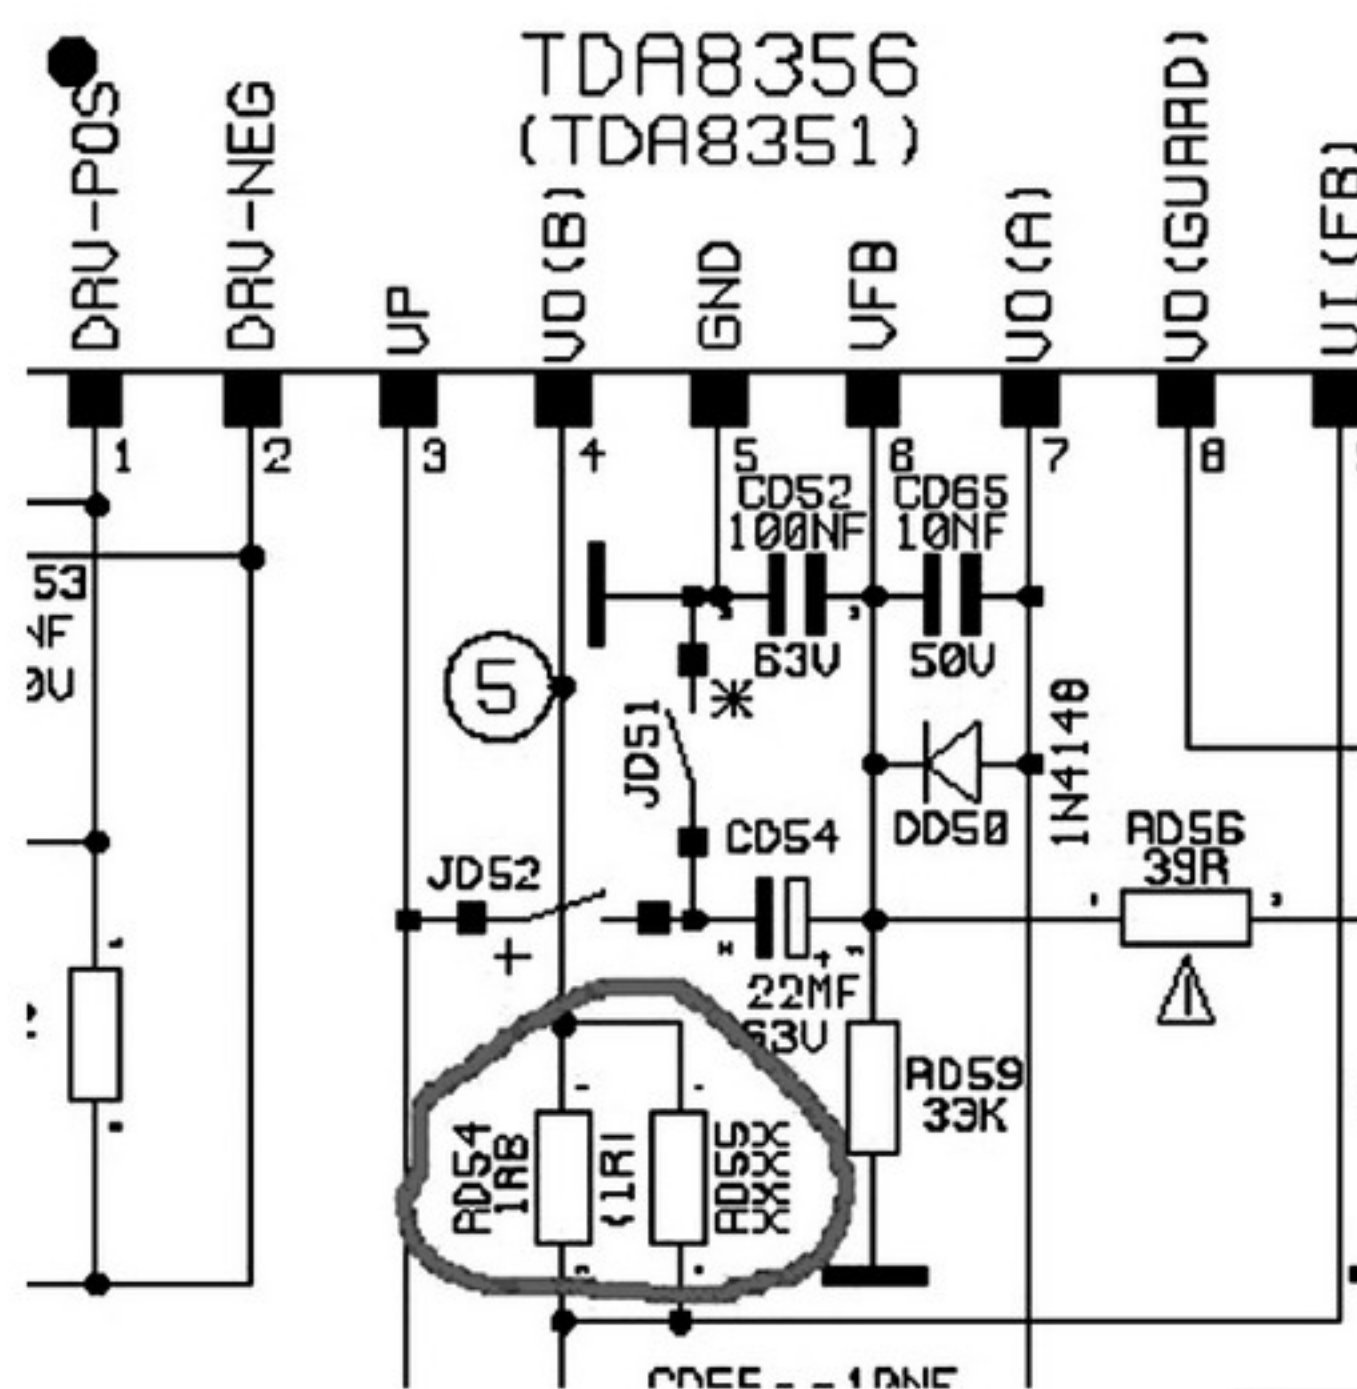

Рис. 12
Таким образом, это шасси оказалось очень критично к параметрам кадровых отклоняющих катушек (КОК) и длительности КГИ. Так, при величине резистора RD54 (рис. 12) менее 1,1 Ом, даже при уменьшении параметра “Va”, шасси при переводе в рабочий режим (PP) тут же переходит в дежурный (ДР), либо делает циклические попытки перезапуска.